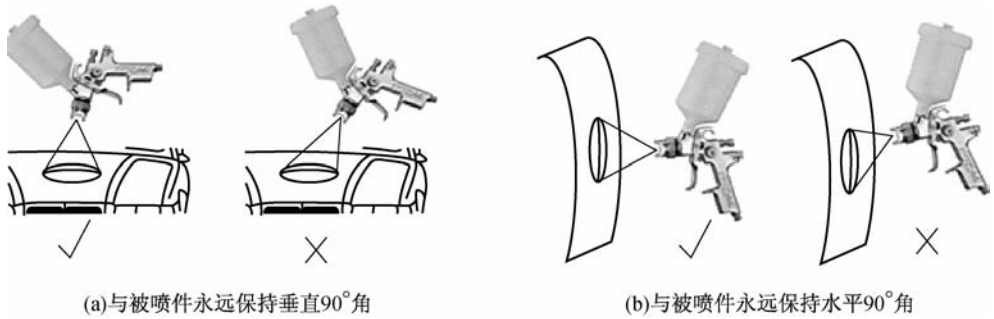

图 8-49 喷枪与被喷件永远保持 90°角
(3) 角度控制。喷枪与被喷件永远保持 90° 角, 如图 8-49 所示。无论被涂面是平面、垂直面、斜面还是侧面, 喷枪应始终与被涂面保持垂直。若喷涂角度不正确或喷枪移动呈曲线状, 将会导致喷幅与被涂面的角度变化, 同时也会使喷枪与被涂面的距离不等, 而使产生的